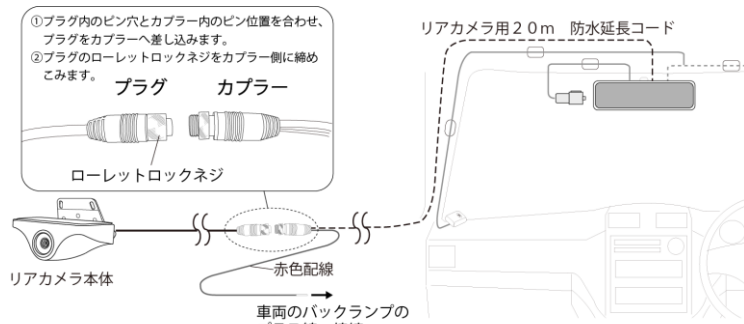

図 14
- リアカメラをバック連動のバックカメラとして使用する場合は、車両のバックランプ配線のプラス線にリアカメラ用20m防水延長コードの赤色配線を接続してください。その際、赤色配線はDC12/24V配線のどちらに接続しても問題ありません（図14参照）。
- リアカメラ用20m防水延長コードを車内配線し、カメラ側カプラーとリアカメラのプラグのピンとピン穴を合わせて奥まで確実に差し込んでください（図14参照）。
- リアカメラ側のローレットロックネジを時計回転方向に回して確実に締めこんでください（図14参照）。
- コード類は内張り、ピラー内等を通し、運転の妨げにならないように配線処理してください。必要に応じてコードクリップ等（付属していません）で配線を固定してください（図14参照）。